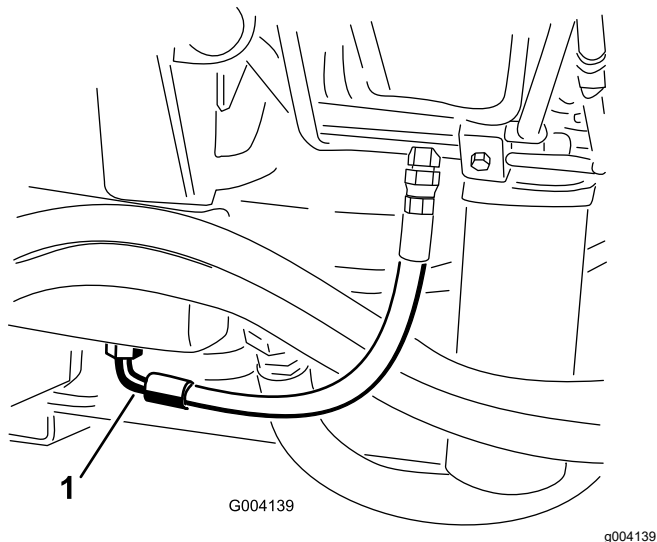

Figura 92
2. Puneți o tavă mare de scurgere sub fittingul fixat în partea inferioară a rezervorului de ulei hidraulic (Figura 92).